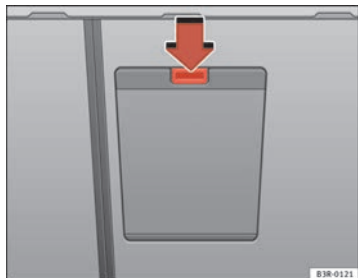

Abb. 117 Ausschnitt der Rücksitzbank von hinten: Deckel der Durchladeeinrichtung
- Drücken Sie die Entriegelungstaste für den Deckel des Durchladesacks ⇒ Abb. 117 -Pfeil- und schwenken Sie ihn nach unten.